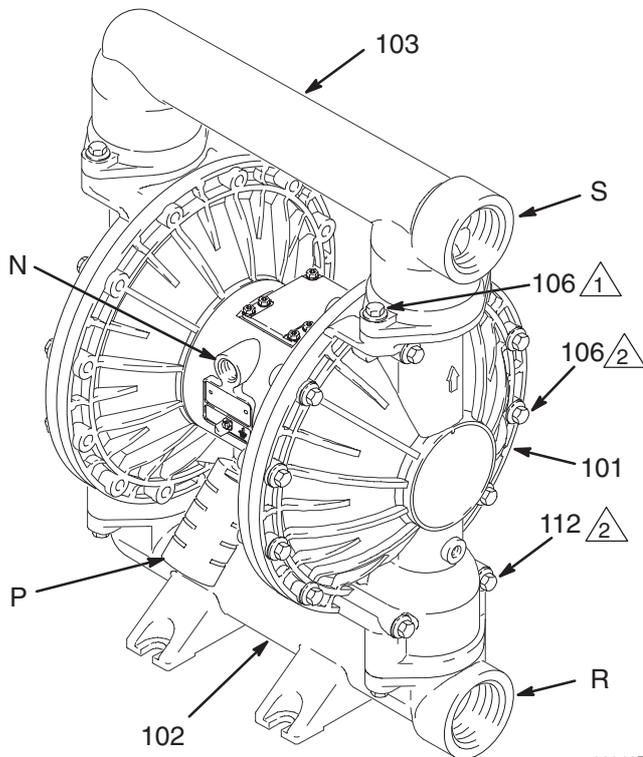

Fig. 3
4. La pompe est très lourde. Si vous devez la déplacer, deux personnes sont nécessaires pour la soulever en maintenant fermement le distributeur de sortie (103). Voir Fig. 3, page 8.
La pompe est livrée avec les orifices d'entrée (R) et de sortie (S) dans le même sens. Voir Fig. 3. Pour inverser le sens de l'orifice d'entrée et/ou de sortie:
1. Retirer les vis (106) maintenant le collecteur d'entrée (102) et/ou de sortie (103) sur les capots (101).